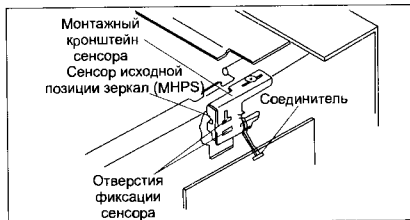

Рис. 19
- отключают соединители сенсоров (см. рис. 19 и 20);